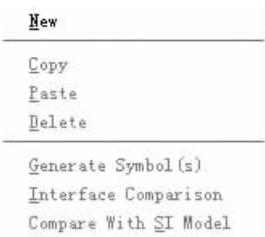
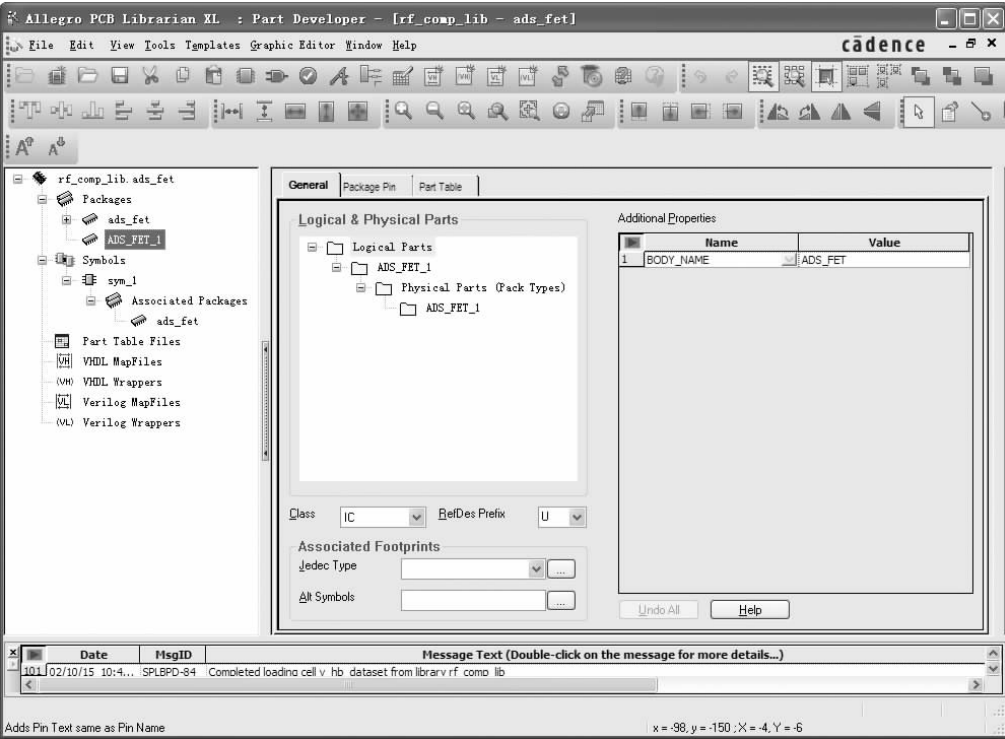

图 2-77 快捷菜单
图 2-78 新建封装
1. 在左侧项目管理器中选择 Packages 选项，右击鼠标，在弹出图 2-77 所示的菜单中选择“New (新建)” 命令，将产生一个新的封装，如图 2-78 所示。